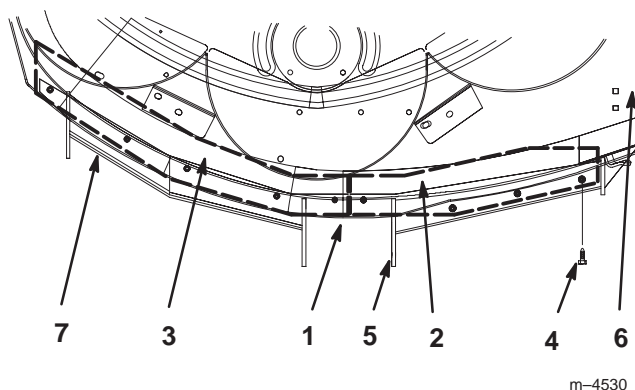

Figura 17
7. Coloque los deflectores según muestra la figura 17.